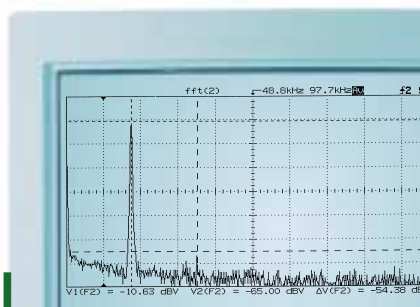
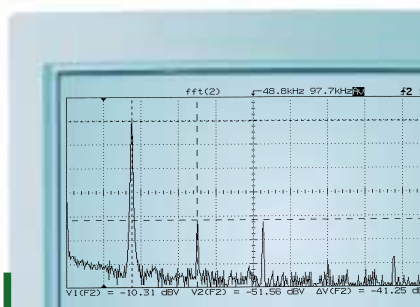

Bild 13: FFT eines HÜBNER LowHarmonics®-Sinus-Tachos.
Bild 14: FFT eines üblichen Sinusgebers: die 2. und 3. Oberwelle ist kräftig ausgeprägt.
- Die Wirksamkeit dieses Verfahrens zeigt die **Frequenzanalyse (FFT)** eines HÜBNER LowHarmonics®-Sinus-Tachos (➔ Bild 13). Im Vergleich dazu weisen übliche Sinusgeber bei gleichen Meßbedingungen eine besonders ausgeprägte 2. und 3. Oberwelle auf (➔ Bild 14).